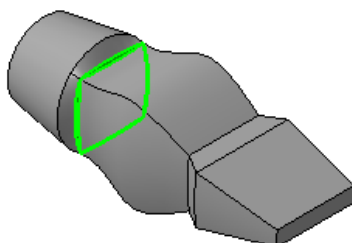

Рис. 11.16. Операция скругления
15. Выберите команду **Скругление** . Укажите выделенные на рисунке ребра сопряжения. Задайте величину радиуса **1 мм**. Завершите команду (рис. 11.16).